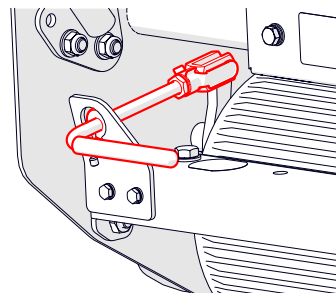

Fig. 14A - Rilasciare il freno di stazionamento
2. Rilasciare il freno di stazionamento (Fig. 14A).